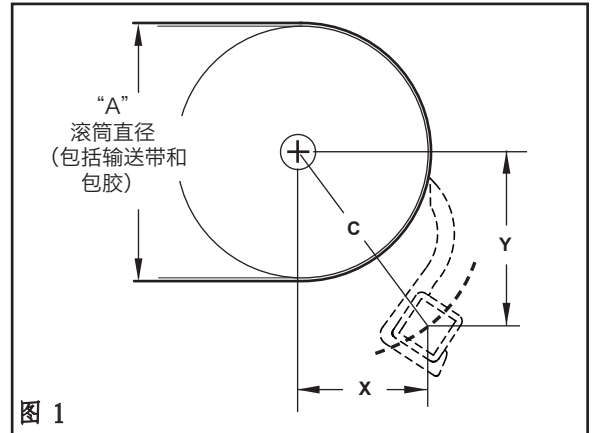

图 1
1. 测量滚筒直径 (A)，包括包胶和输送带 (图 1)。
2. 在表 A 上找到与所测量的直径最近的整体滚筒直径，然后使用相应的 X、Y 和 C 尺寸确定清扫器固定杆的位置 (图 1)。
3. 从滚筒轴的中心向下测量 Y 尺寸的距离，然后在结构上放置标记 (图 1)。
4. 从 Y 位置标记开始，测量远离滚筒 X 尺寸的距离，然后标记此位置。这将会是固定杆的中心位置 (图 1)。测量 C 尺寸来确认其正确。